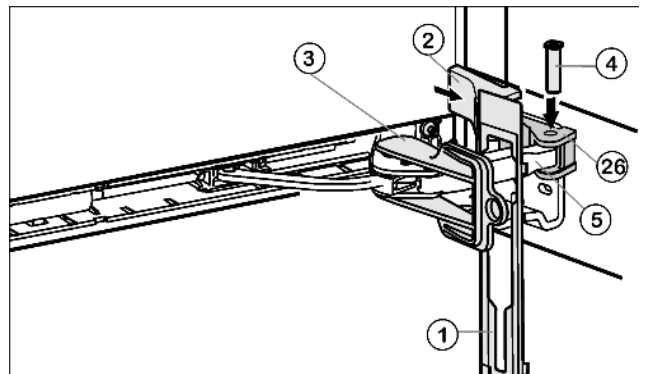

Fig. 13
- ▶ Accrocher le panneau Fig. 13 (1) sur l'étrier de l'amortisseur de sorte que le crochet d'arrêt pointe vers l'avant et la face avant de l'appareil.
- ▶ Tirer l'étrier de l'amortisseur Fig. 13 (5) vers l'élément pivotant Fig. 13 (26) et enfoncer à nouveau le tenon Fig. 13 (4) à partir du haut, de sorte que le carré repose dans l'évidement.
- ▶ Placer le cache Fig. 13 (2) et le bloquer.
- ▶ Retirer le dispositif d'arrêt Fig. 13 (3) en le tournant.
- ▶ Faire encliqueter le panneau Fig. 13 (1) à la porte.